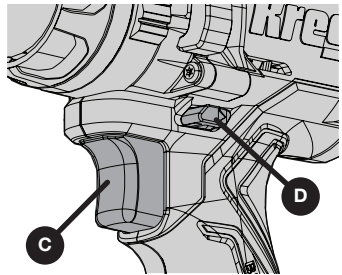

Figure 11
- Pour sélectionner la rotation avant (sens horaire), relâchez la gâchette à vitesse variable (C) et appuyez sur le bouton de marche avant/arrière (D) situé sur le côté droit de l'outil.
- Pour sélectionner la rotation arrière (sens antihoraire), appuyez sur le bouton de marche avant/arrière (D) du côté gauche de l'outil (illustré à la figure 11).